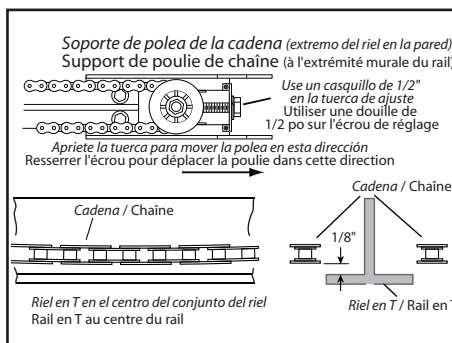

FIG. 1-6 Ajuste de la cadena.
2. Apriete la cadena girando en sentido dextrorso la tuerca de ajuste. La tuerca de ajuste de la cadena está localizada opuesta a la caja de control en el otro extremo del riel (Fig. 1-6).
3. Tense la cadena hasta que la cadena esté aproximadamente 1/8 de pulgada encima de la base del riel en el punto medio del riel (Fig. 1-6).
2. Resserrer la chaîne en tournant l'écrou de réglage dans le sens horaire. L'écrou de réglage de la chaîne est situé à l'opposé de la tête motorisée à l'autre extrémité du rail (Fig. 1-6).
3. Resserrer la chaîne jusqu'à ce que la chaîne soit 1/8 po au-dessus de la base du rail au milieu du rail (Fig. 1-6).